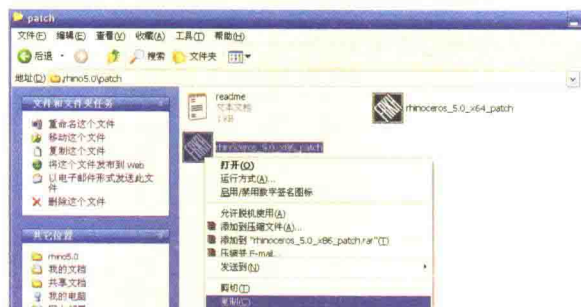
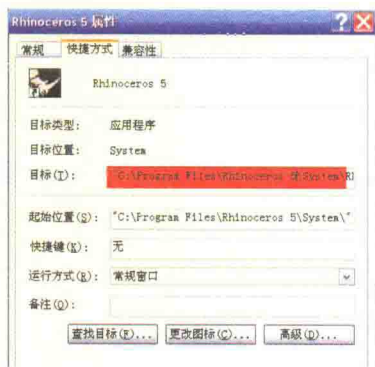

图 1-3-8
图 1-3-9
(8) 破解：安装完成了还不能使用，需要破解，破解方法如图 1-3-8 所示；直接把破解文件复制到 Rhino.exe 的安装目录下，其目录路径的查找如图 1-3-9 所示。